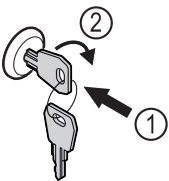

Fig. 114
- ▶ Shtyni çelësin brenda Fig. 114 (1).
- ▶ Rrotulloni çelësin me 90° në drejtimin orar Fig. 114 (2).